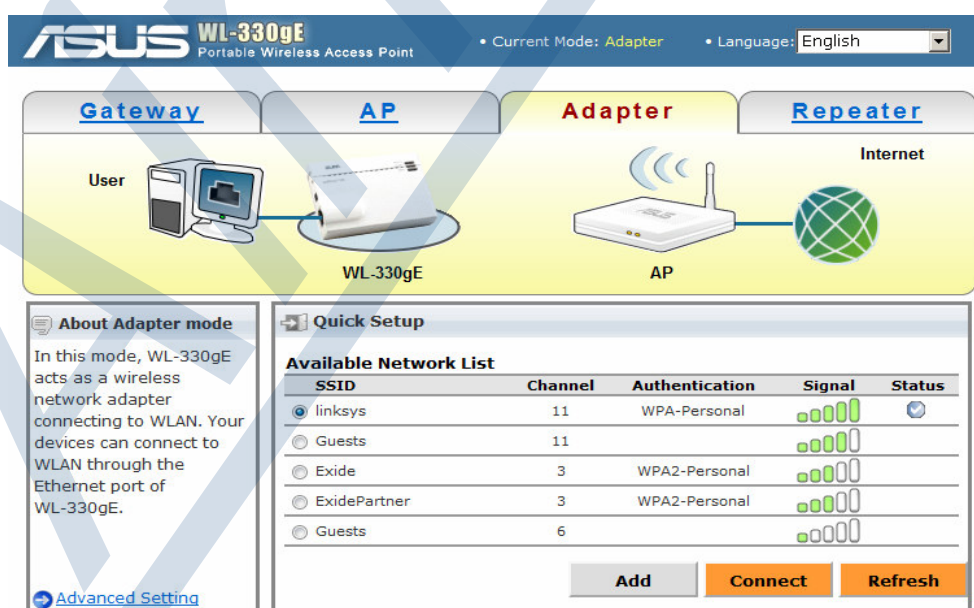

Рисунок 62 – ASUS WL-330gE
3. а) У ASUS WL-330gE есть возможность выбора из 4 операционных модулей: Router/Gateway, Access Point, Ethernet Adapter и Universal Repeater. Для аппликации адаптера Pre Online Controller выберите режим **Adapter**. Изобразится страничка Adapter со списком доступных сетей. (Рисунок 62).
4. Из списка доступных сетей (устройства в LAN) (рисунок 62 для ASUS WL-330gE, рисунок 65 для ASUS WL-330N3G) **выберите устройство (WiFi сеть)** к которому вы хотите подключить адаптер и нажмите на клавишу Connect. Если выбранная WiFi LAN сконфигурирована с каким-либо уровнем обеспечения, то вас попросят ввести пароль или **ключ**, необходимого для подключения к вашей WiFi сети.
5. После успешной регистрации на вашей WiFi сети в колонке Status отобразится кружок с трубкой (checkpoint) (рисунок 62).